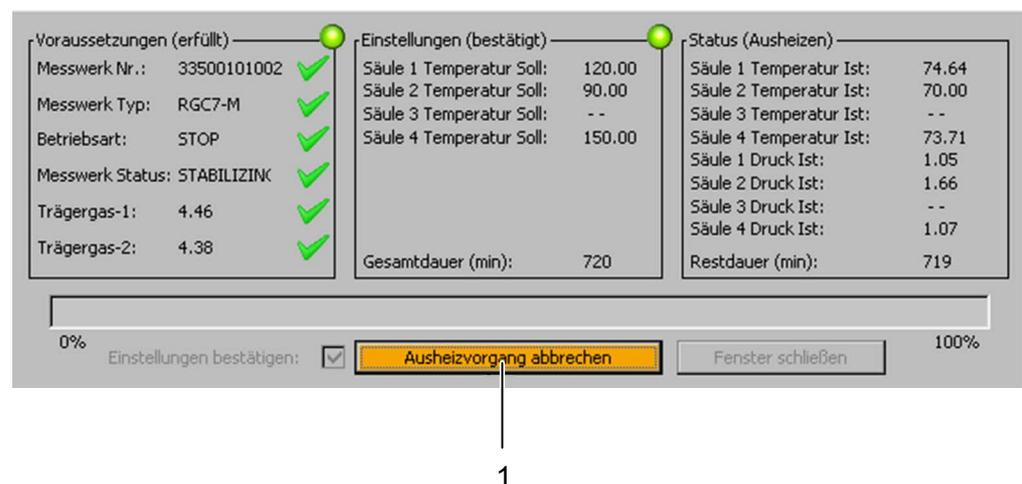

Abb. 39: Menü Ausheizen – Ausheizvorgang abbrechen
- ➔ Die Schaltfläche **Ausheizvorgang starten bestätigen** wechselt zu **Ausheizvorgang abbrechen** (vgl. Abb. 39).
- ▶ Um den Ausheizvorgang abzubrechen, betätigen Sie die Schaltfläche **Ausheizvorgang abbrechen** (Abb. 39, Pos. 1).